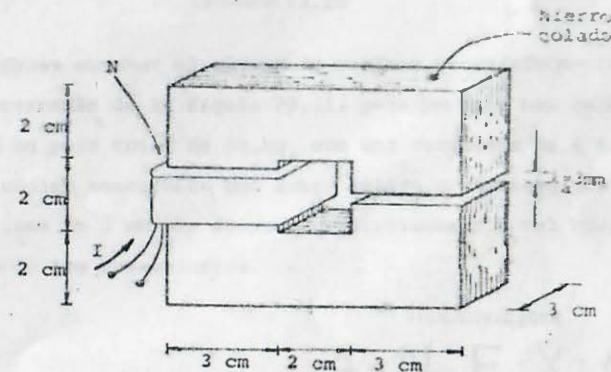

FIGURA P8.8
8.8 Utilizando el concepto de área aparente para el entrehierro del circuito magnético mostrado en la figura P8.8, calcule la corriente necesaria para obtener un flujo magnético, en dicho entrehierro, de 0.6 mWb.